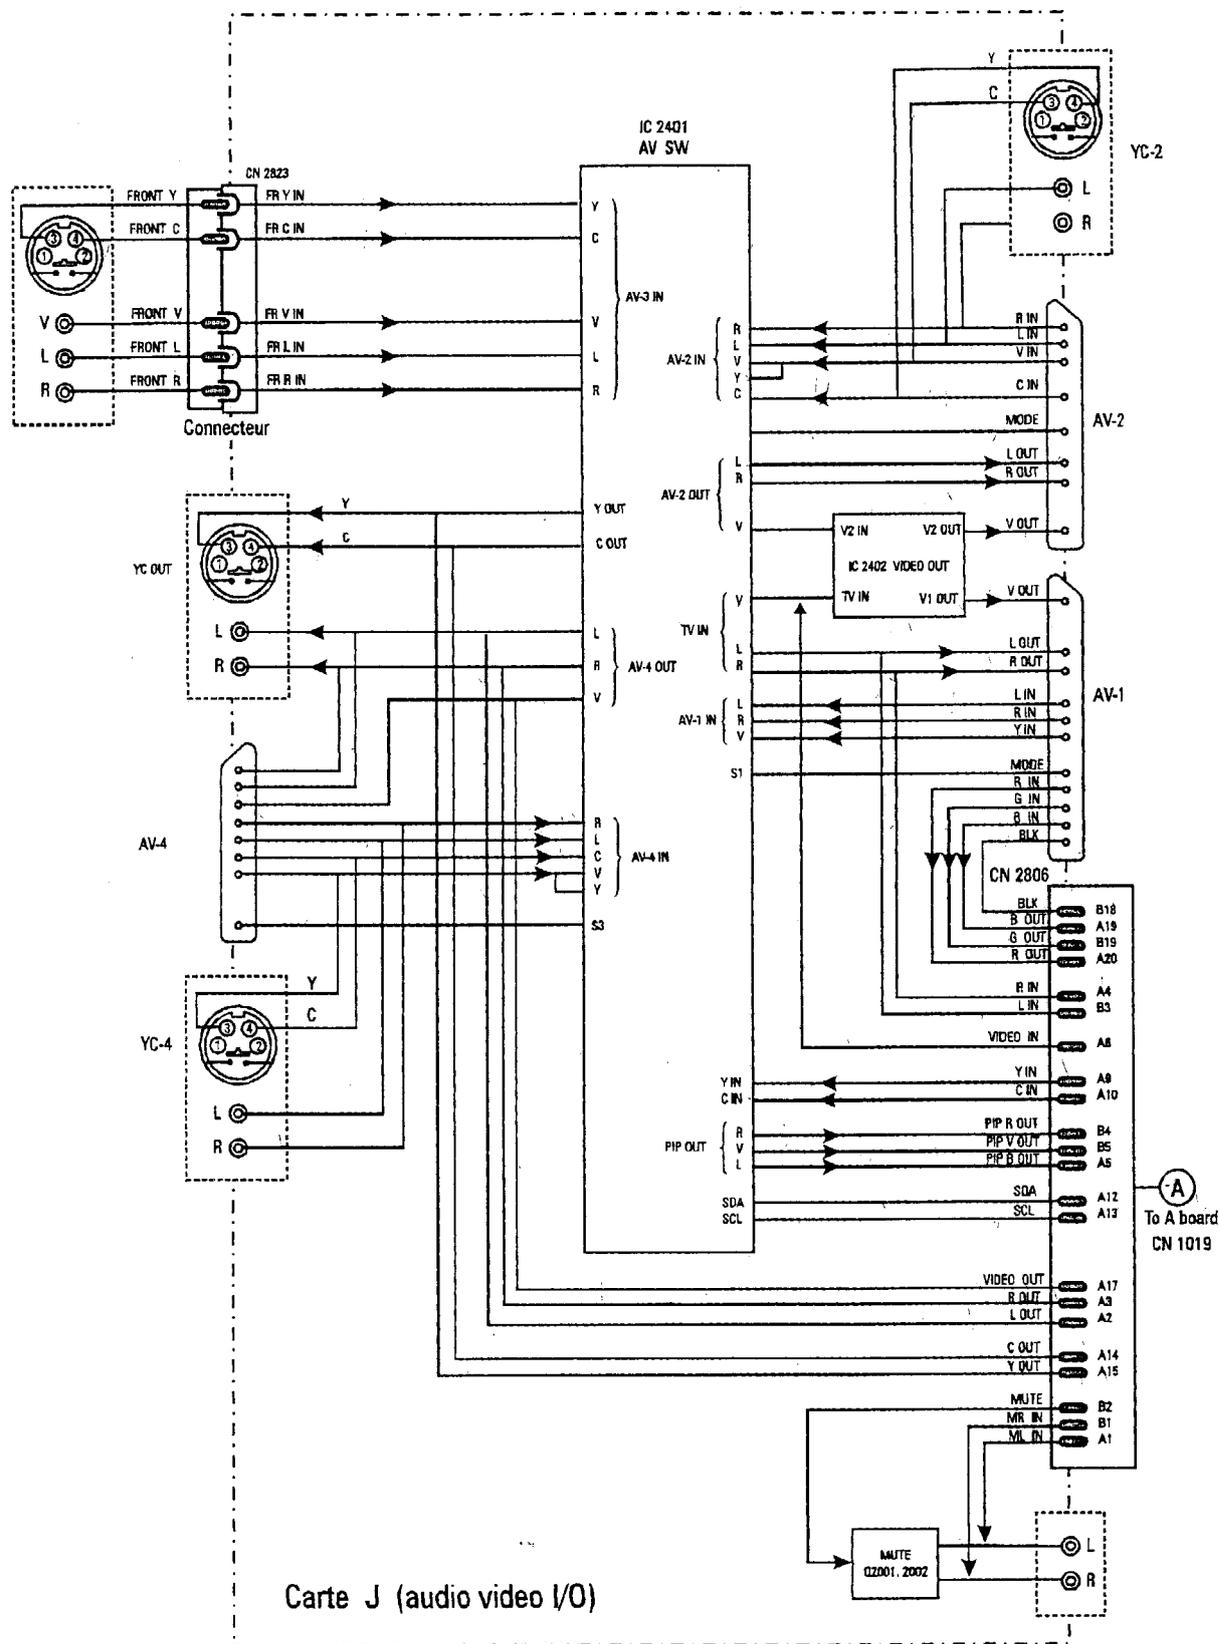

Figure 4.
Le schéma synoptique suivant (*block diagram*, figure 4) est fourni dans le manuel de service. Il donne une représentation simplifiée des structures (implantées sur la carte J ou *J board*) auxquelles correspondent les entrées/sorties audio-vidéo périphériques.
- Partant des figures 4, 6 et 7, repérer et nommer le composant permettant de sélectionner le signal vidéo principal *Video out* ou *Mvout* (répondre page R6 du document réponse) ;